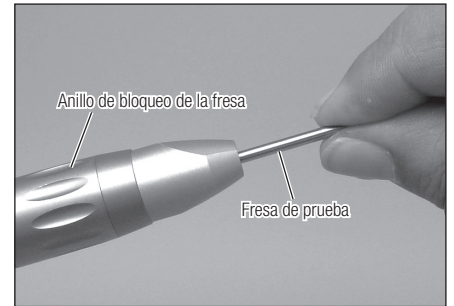

Fig. 15
- 1) Inserte la fresa de prueba incluida en la pieza de mano y bloquee el dispositivo de sujeción girando el anillo de bloqueo de la fresa (Fig. 15).
- Asegúrese de retirar la fresa de la Turbina de Aire y de las piezas de mano contra-ángulo antes de montar la pieza de mano en el adaptador o la junta. Para piezas de mano rectas, asegúrese de insertar la fresa de prueba incluida y de bloquear el dispositivo de sujeción antes de conectar a la junta de la pieza de mano del tipo E (Fig. 15).